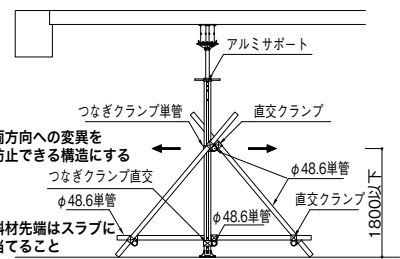

図3
- ・中間支保工ピッチの大きな PC スラブを受ける場合 (隣接するサポート列と単管で連繫することが困難な場合) は中間サポート列に図3の要領で斜材を設置して下さい。